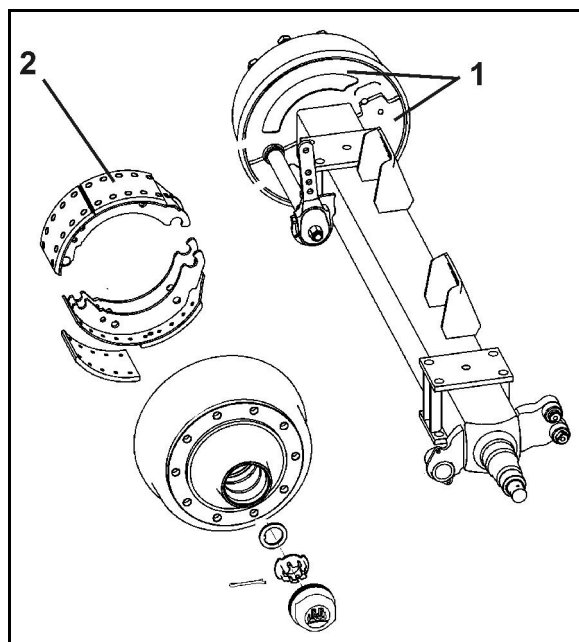

Fig. 138
1. Beide Abdeckbleche (Fig. 138/1) an der Innenseite der Bremstrommel abschrauben.
Eingedrungener Schmutz kann sich auf den Bremsbelägen (Fig. 138/2) absetzen und dadurch die Bremsleistung wesentlich verschlechtern.